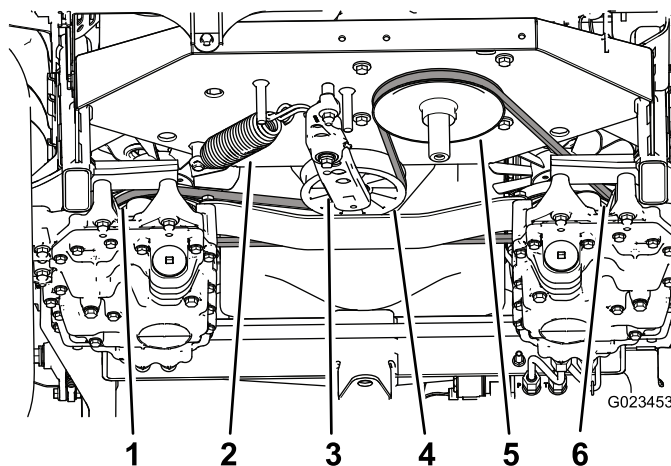

Figure 56
3. Insérez un rochet dans le trou carré du bras tendeur pour compenser l'action du ressort de tension (Figure 56), et déchaussez la courroie de la poulie de tension.
4. Débranchez le ressort de tension du bras tendeur et du cadre (Figure 56).
9. Montez le ressort sur le bras tendeur et le cadre (Figure 56).